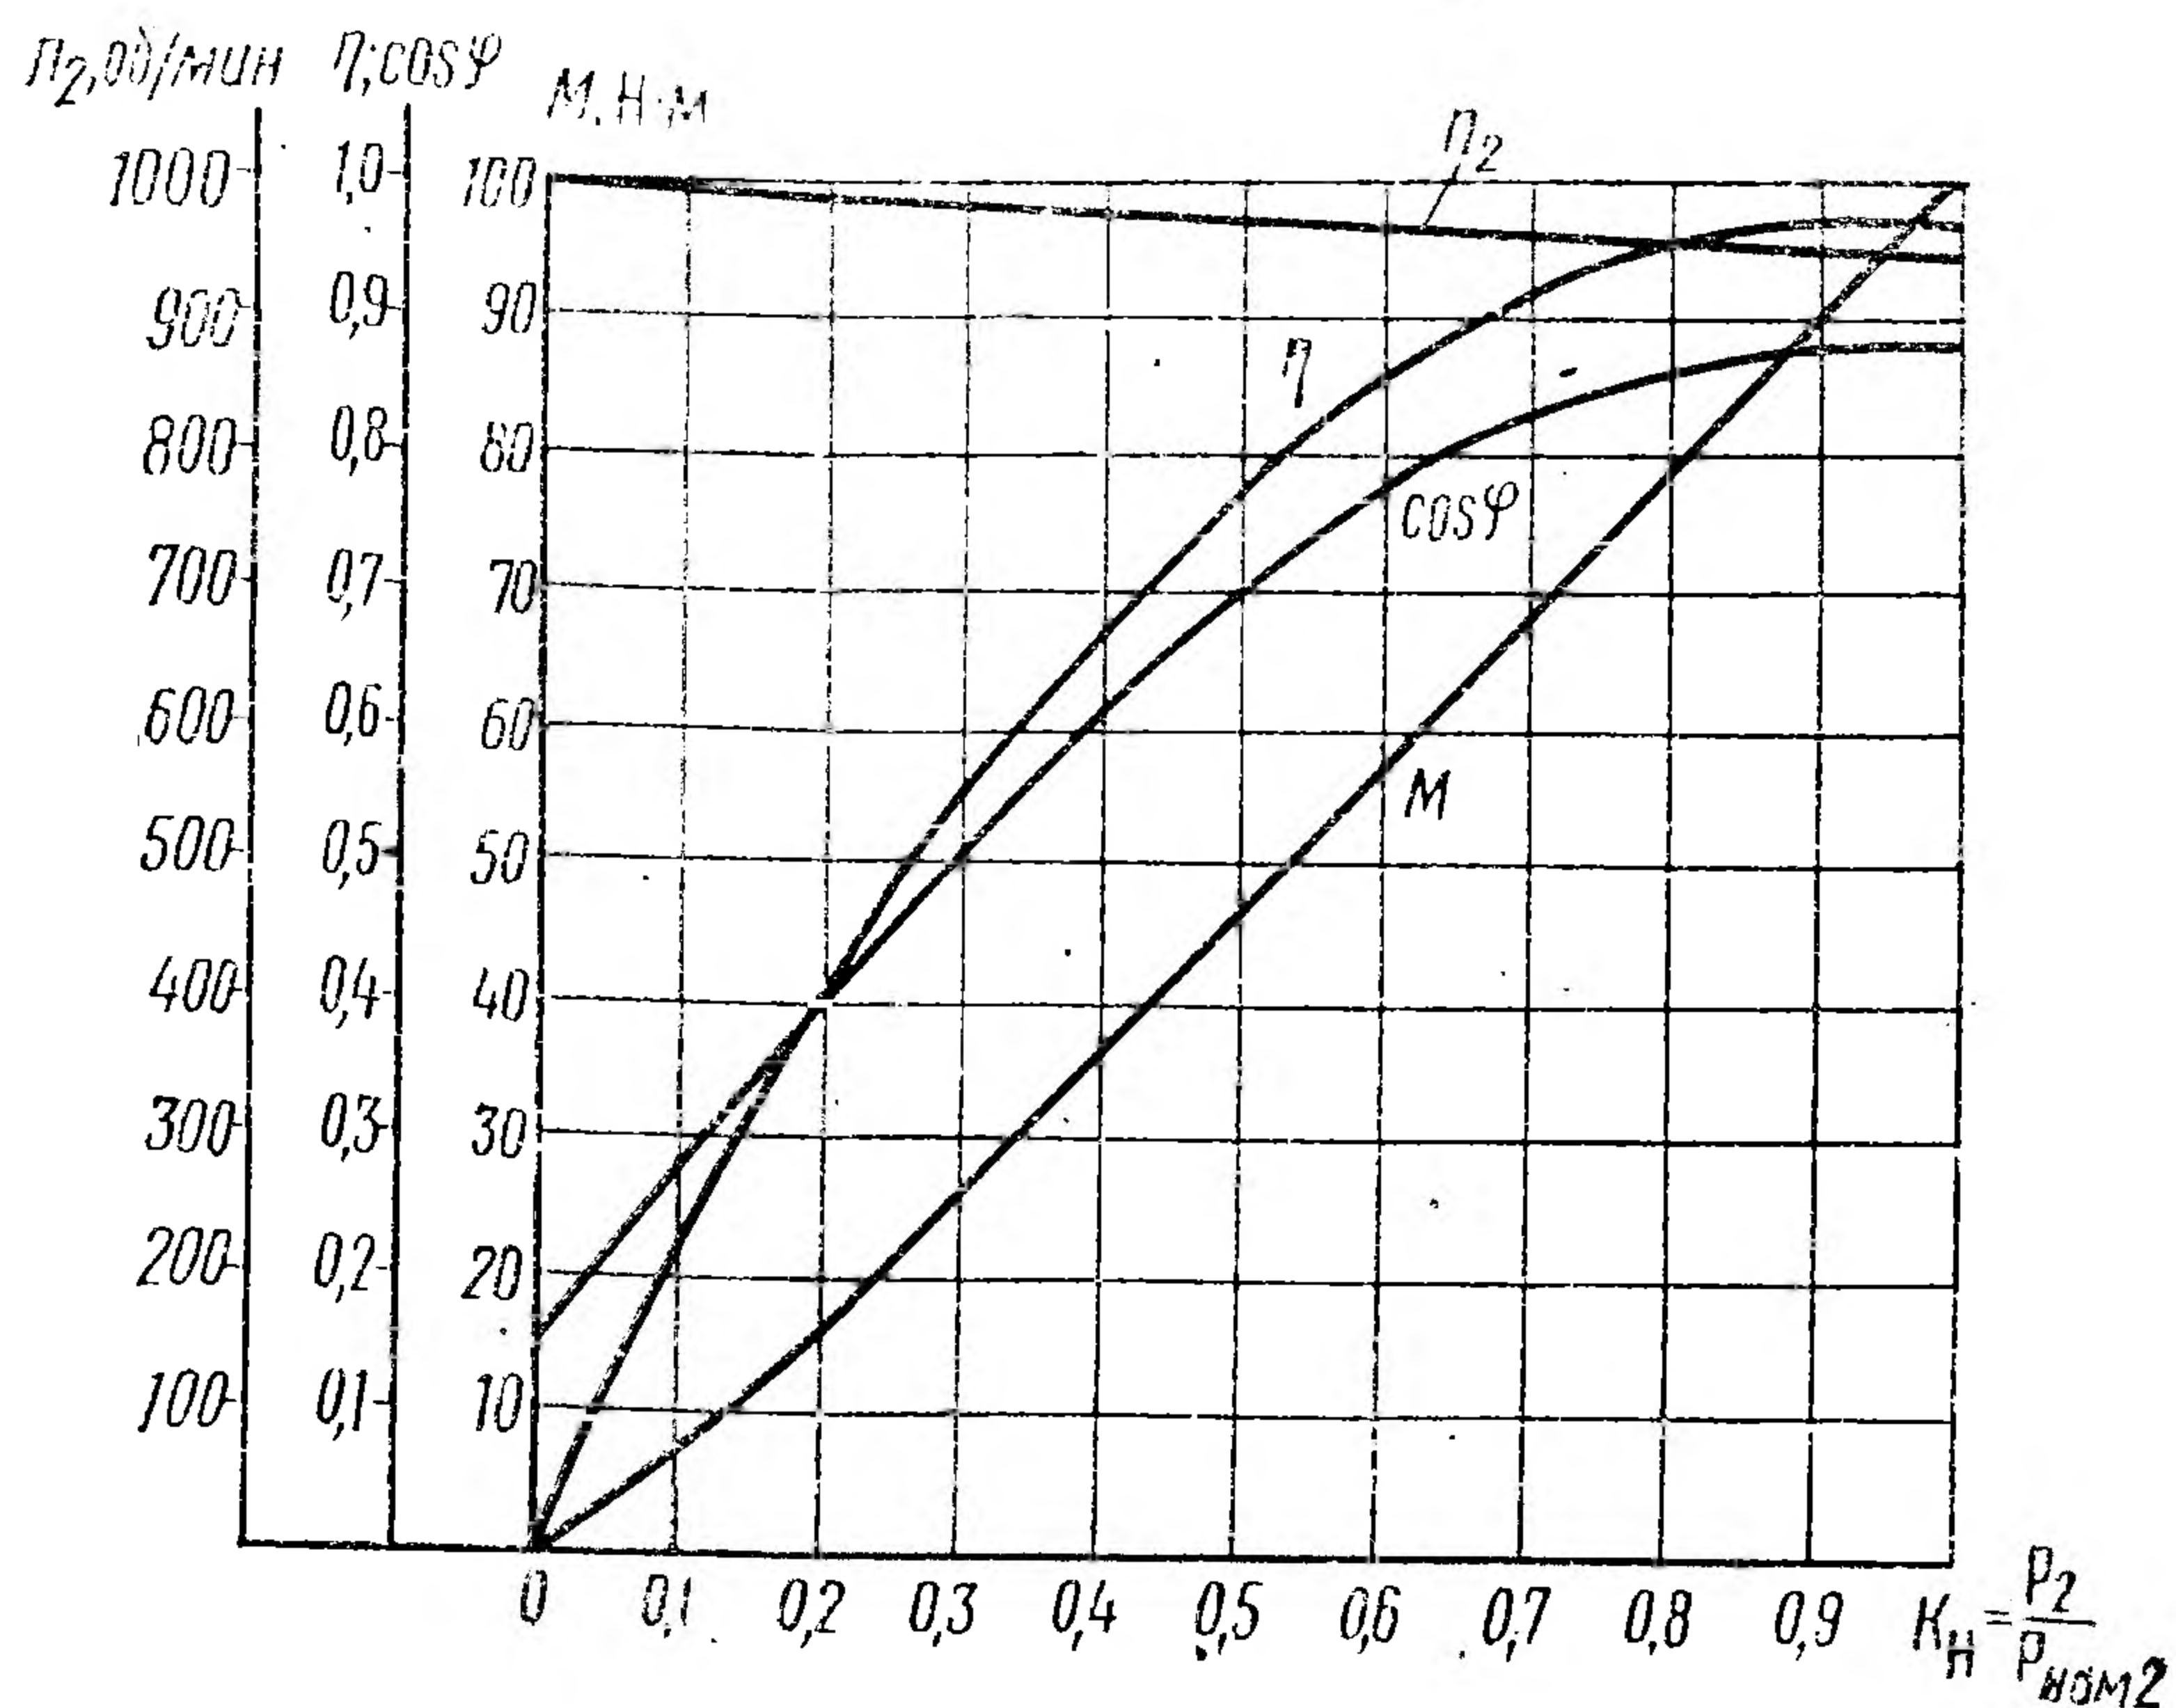

Рис. 100
**Задача 28.** На рис. 100 приведены рабочие характеристики трехфазного асинхронного электродвигателя, т. е. графики зависимостей от коэффициента нагрузки  $k_H = P_2/P_{ном2}$  частоты вращения ротора  $n_2$ , полезного момента  $M$ , коэффициента полезного действия  $\eta$  и коэффициента мощности  $\cos \varphi$ . Пользуясь характеристиками, определить для заданного в табл. 36 значения коэффициента нагрузки  $k_H$  следующие величины: 1) полезный момент  $M$ , развиваемый двигателем на валу; 2) частоту вращения ротора  $n_2$ ; 3) коэффициент полезного действия  $\eta$ ; 4) коэффициент мощности  $\cos \varphi$ . Вычислить при заданной нагрузке: 1) полезную мощность (на валу)  $P_2$ ; 2) потребляемые из сети мощность  $P_1$  и ток  $I_1$ ; 3) суммарные потери в двигателе  $\Sigma P$ ; 4) скольжение  $s$ .